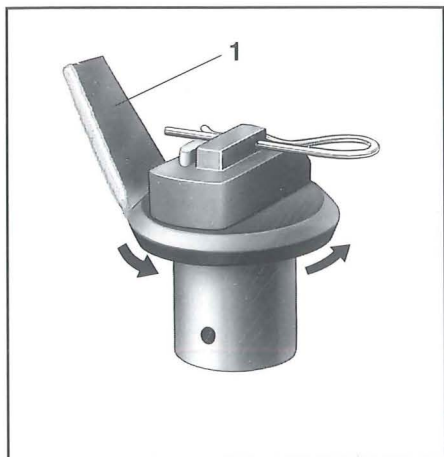
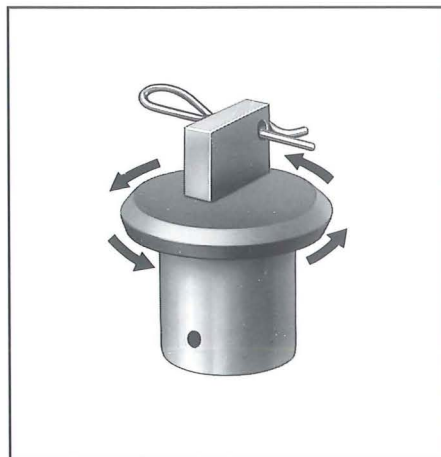

Fig. 8.1
Fig. 8.2
15. De motroterande utmatarna i behållerens botten (fig. 8.1 ger en jämn utmatning till spridartallrikarna. Vid spridning av vissa gödseltyper som t ex "Harnstoff" eller gröngödselsådd, ska utmatarna (8.1/1) demonteras från utmataraxeln varefter fjädersprinten monterats med ringen i rotationsriktningen (fig 8.2) (Beakta anvisningar i såtabell).